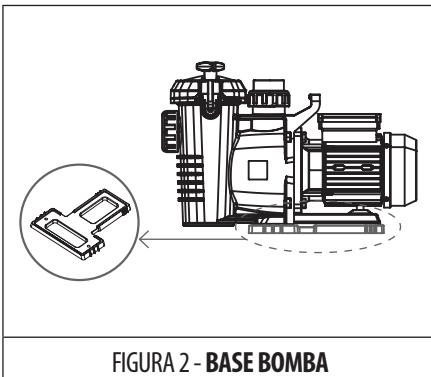

FIGURA 2 - BASE BOMBA
- Si fuera necesario, usar la base para levantar la bomba hasta el nivel de tubería existente. (FIGURA 2).